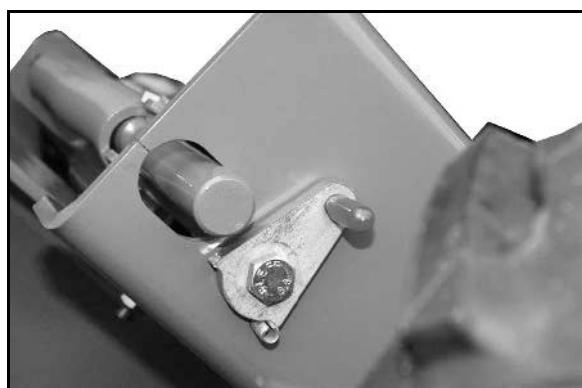

Рис. 27
1. Установите шаровой кран (Рис. 27/1) в положение B.